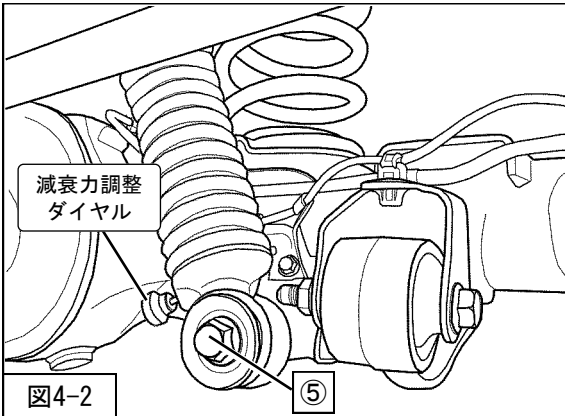

図4-2
2. ⑤リアショックアブソーバASSYロア取付ボルト・ナットを仮締めして、リアショックアブソーバASSYを車両に取付けてください。（図4-2）
4. ⑤リアショックアブソーバASSYロア取付ボルト・ナット（締付トルク：45N・m）
④リアショックアブソーバASSYアッパー取付ボルト（締付トルク：70N・m）を本締めしてください。（図4-2・4-3）
5. ③ブレーキホースブラケット取付ボルト（締付トルク：8.8N・m）
②ブレーキホース取付ボルト（締付トルク：8.8N・m）